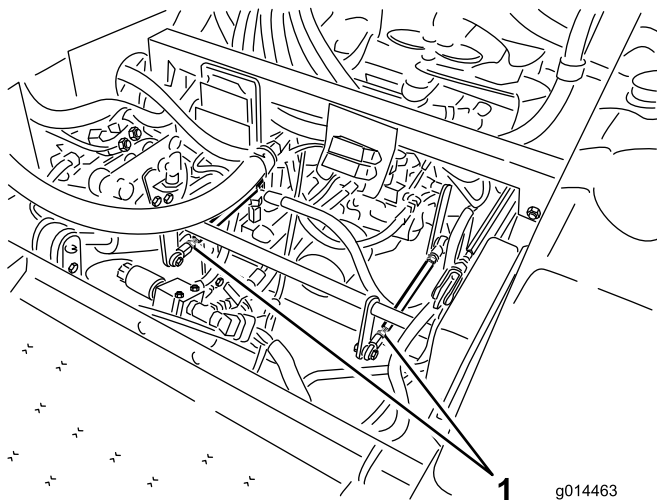

Figura 38
- Se o pneu traseiro esquerdo estiver a rodar, desaperte as porcas de bloqueio na barra de controlo da transmissão esquerda (Figura 38).